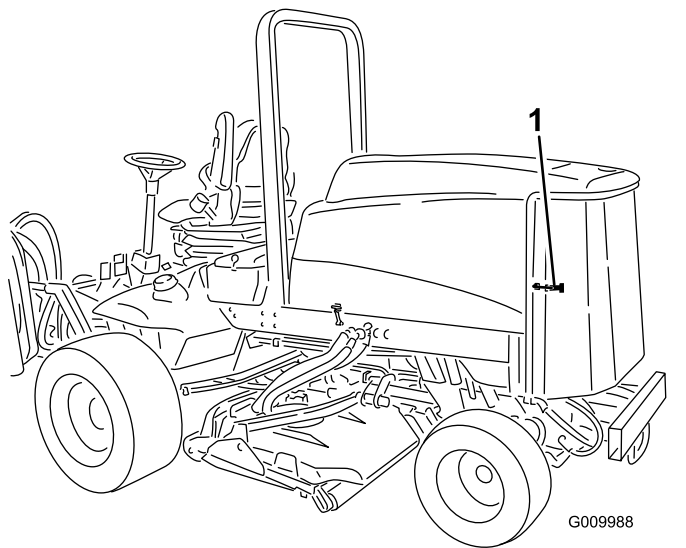

Figura 51
1. Desenganche y abra la rejilla trasera (Figura 51). Limpie a fondo cualquier residuo de la rejilla.